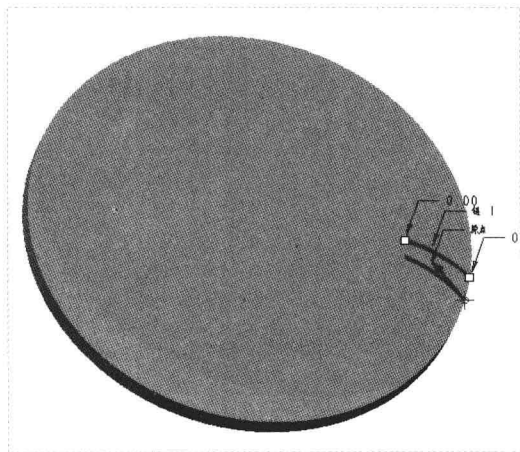

图 14-50 选择扫描轨迹
Step 07 在“功能区”选项板的“模型”选项卡中,单击“工程”面板中的“扫描”按钮 ,弹出“扫描”选项卡,按住【Ctrl】键的同时,在绘图区选择扫描轨迹,如图 14-50 所示。